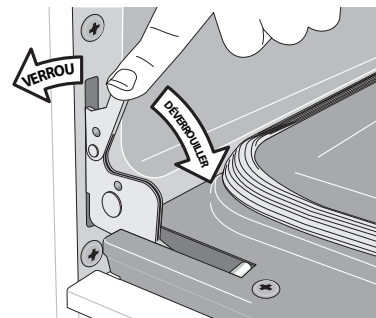

Figure 67: Verrous des charnières de porte
2. Tirez les loquets des deux charnières (gauche et droite) du cadre du four jusqu'à la porte du four (Figure 67). Vous aurez peut-être besoin d'un outil tel qu'un petit tournevis à tête plate.